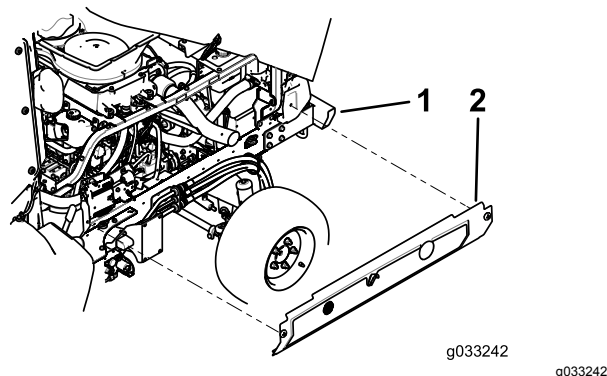

Figura 4
5. Instale el panel lateral con la sujeción retenida a la máquina (Figura 4).